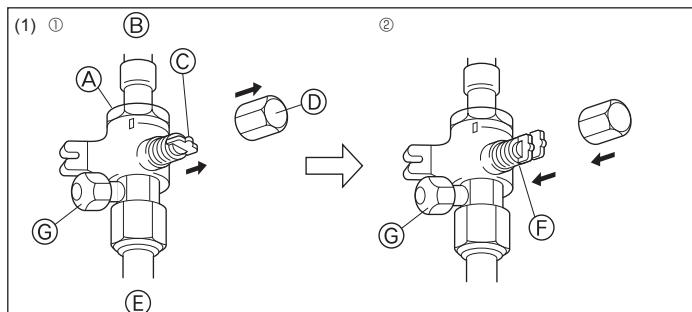

Fig. 4-6
(1) Сторона с газом (Fig. 4-6)
(2) Убедитесь в том, что запорный кран полностью открыт, надавите на ручку и поверните колпачок в первоначальное положение.